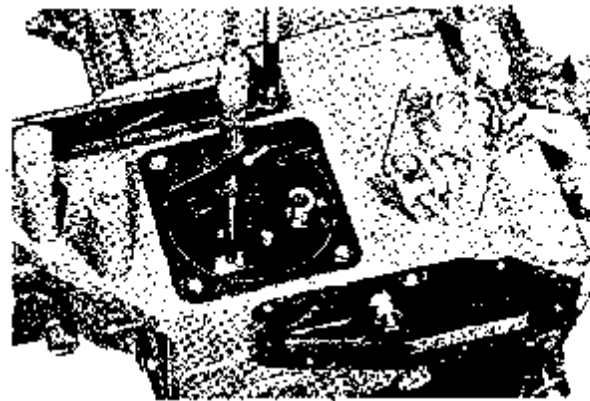

Abb. 41
2. Den Abstand von der Befestigungsfläche auf dem Steuergäusedeckel bis zum Grundkreis des Pumpennockens messen, siehe Abb. 41 (der Nocken soll in Richtung Kurbelwelle zeigen). Die Messung wird mit einem Tiefenmesser oder einer Schublehre vorgenommen. Dieses Maß soll $82,8 \pm 0,2$ mm betragen. In dem Maß ist eine zusammengepreßte Dichtung zwischen Pumpenflansch und Steuergäusedeckel enthalten. Bei der Messung muß deshalb eine zusammengepreßte Dichtung auf dem Steuergäusedeckel vorhanden sein. Dieses Maß muß stimmen, damit der Einspritzwinkel richtig wird.